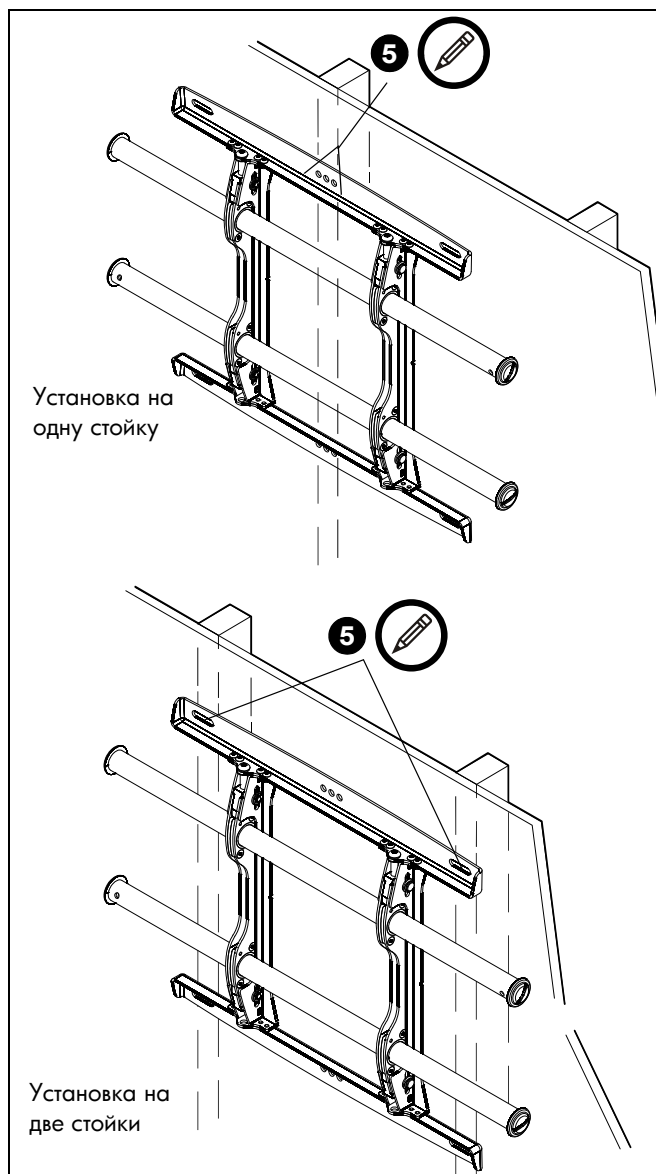

рис. 2
5. При помощи уровня сделайте на стене отметки на каждой из стоек каркаса там, где будут расположены верхние монтажные отверстия. (См. рис. 2)
ПРИМЕЧАНИЕ. MSM и MTM можно прикрепить через монтажные пазы на двойных стойках или центральные монтажные отверстия на одной стойке. (См. рис. 2)